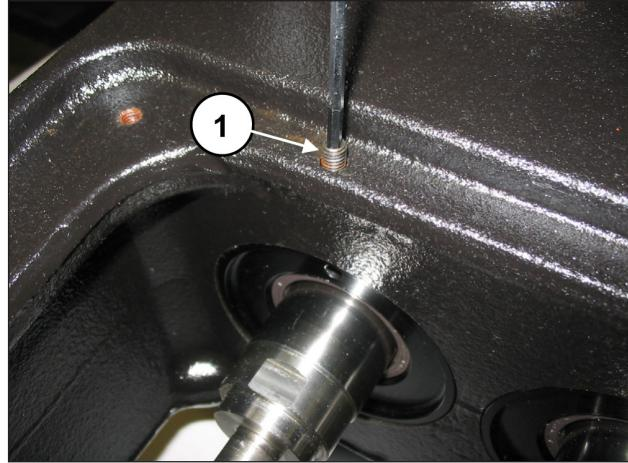

Рис. 2
Снимите три распорных кольца брызговиков и брызговики, как указано в пар. 2.2.3 (Рис. 143 и Рис. 144). Открутите крепежные штифты M6 трех крышек сальника (поз. ①, Рис. 2).